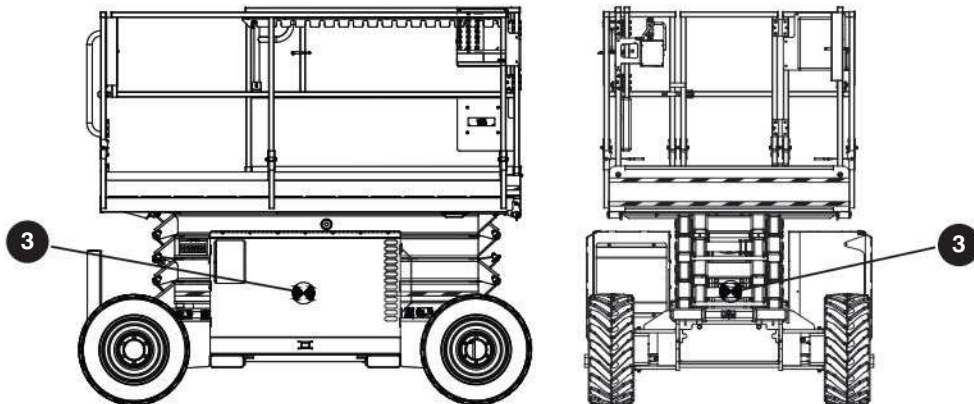

Figura 08 Centro de gravedad MEWP
Para obtener información sobre el peso de la MEWP, consulte la Sección 7.3. Horizontalmente, el **centro de gravedad** ③ está aproximadamente en el centro de la MEWP, de adelante hacia atrás y de un lado al otro. Consulte la Figura 08. Verticalmente, el centro de gravedad está aproximadamente a una pequeña distancia por encima del chasis.